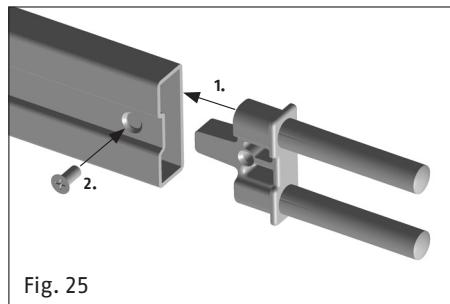

Fig. 25
- Placer des boulons ronds sur l'embout, réinstaller le tout dans la barre et visser à fond avec la vis (Fig. 25).